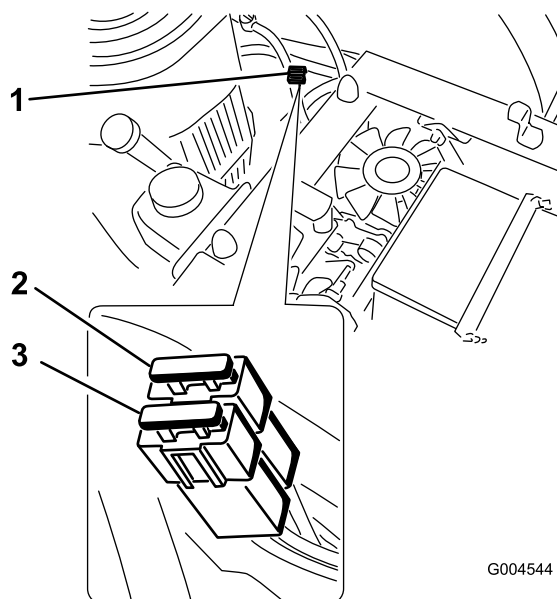

Figura 40
2. Sollevate il sedile per accedere ai fusibili sul lato sinistro della macchina (Figura 40).
4. Montate un fusibile nuovo (Figura 40).